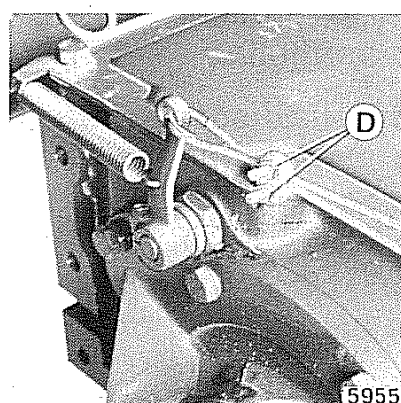

Fig. 17 - Registrazione bloccaggio differenziale
- Allentare i dadi **D** (fig. 17).